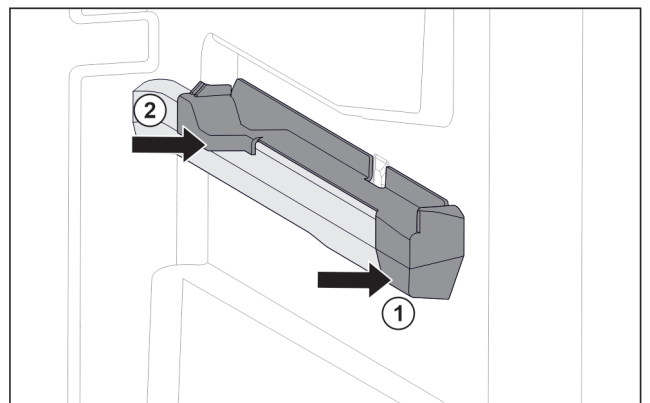

Fig. 196 Felhúzható elem a jobb oldali tartóbordán
- ▶ A felhúzható elemet elöl tegye fel a tartóbordára. Fig. 196 (1)
- ▶ Hátul nyomja meg a felhúzható elemet. Fig. 196 (2)